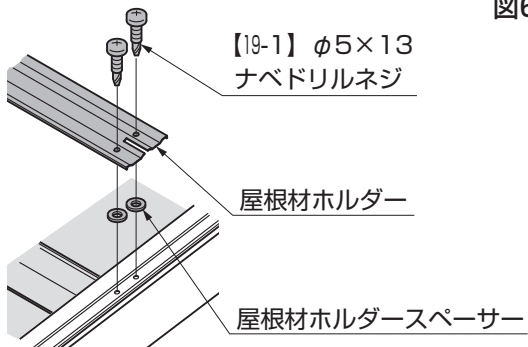
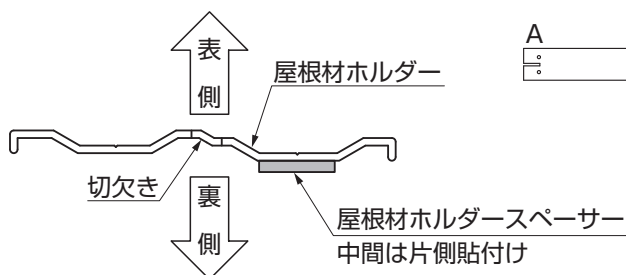

図6-7 A部詳細図
図6-8 屋根材ホルダー断面図
- 取付け前に屋根材ホルダー下面に屋根材ホルダースペーサーを貼付けてください。（端部:図6-7、中間:図6-8参照）